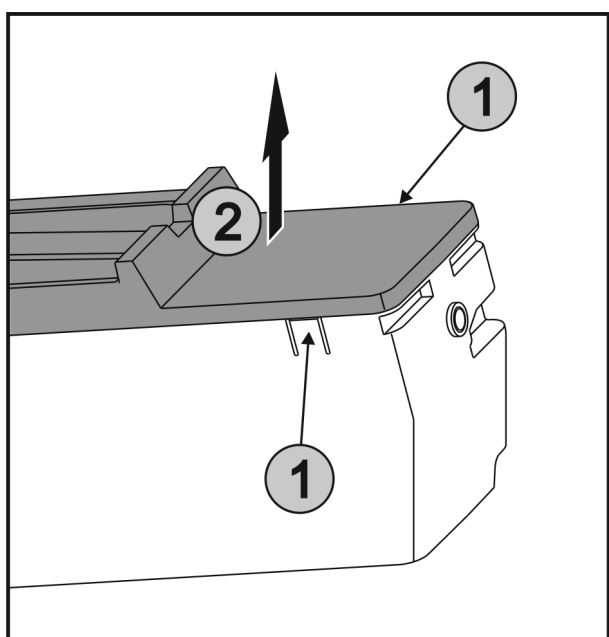

Fig. 40
- ▶ Appuyer simultanément sur les languettes *Fig. 40 (1)* des deux côtés de l'EasyTwist-Ice et retirer le couvercle *Fig. 40 (2)* vers le haut.